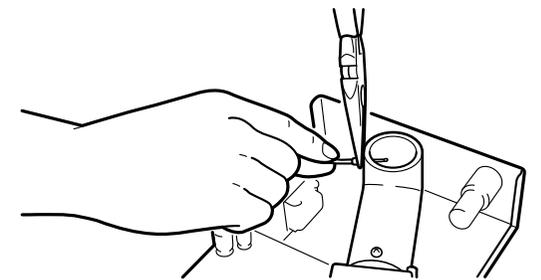

図2
- ①カバーをはずします。
- ②センサーコネクタとインシュロックをはずします。
- ③ハトメをラジオペンチでひろげセンサーを抜きます。(図2、3参照)